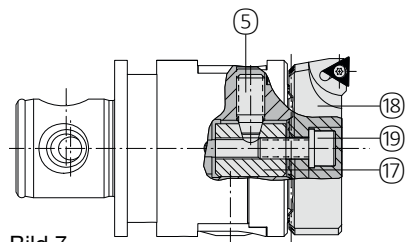

Bild 7
**Plattenhalter zum Ausdrehen und Überdrehen ohne Kerbzahnschiene (Bild 7)**